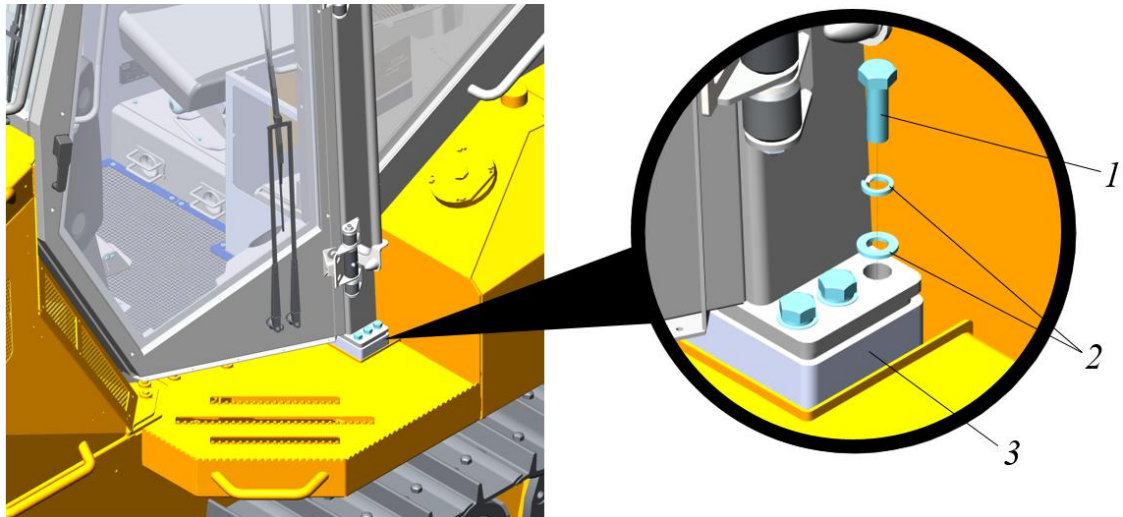

Рисунок 3.38. Крепление передних опор кабины
- ▶ Ключом  на 36 выкрутить по три болта 1 из каждой опоры 3, снять шайбы 2, рис. 3.38.